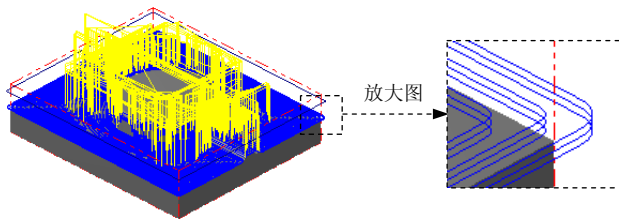

图 12.13 刀具路径
(1) 在“曲面残料粗加工”对话框的 **刀具路径参数** 选项卡的列表框中显示出 Step4 所选择的刀具，双击该刀具，系统弹出“定义刀具-机床群组-1”对话框。
(2) 设置刀具号码。在“定义刀具-机床群组-1”对话框中的 **刀具号码** 文本框中，将原有的数值改为 2。
(3) 设置刀具参数。单击“定义刀具-机床群组-1”对话框中的 **参数** 选项卡，在 **进给速率** 文本框中输入值 200.0，在 **下刀速率** 文本框中输入值 100.0，在 **提刀速率** 文本框中输入值 500.0，在 **主轴转速** 文本框中输入值 1500.0。
(4) 设置冷却方式。在 **参数** 选项卡中单击 **Coolant...** 按钮，在系统弹出的“Coolant...”对话框中的 **Flood**（切削液）下拉列表中选择 **On** 选项。单击 **✓** 按钮，关闭“Coolant...”对话框。
(5) 单击“定义刀具-机床群组-1”对话框中的 **✓** 按钮，完成刀具参数的设置。
Step9. 单击“曲面残料粗加工”对话框中的 **✓** 按钮，同时在图形区生成图 12.13 所示的刀具路径。